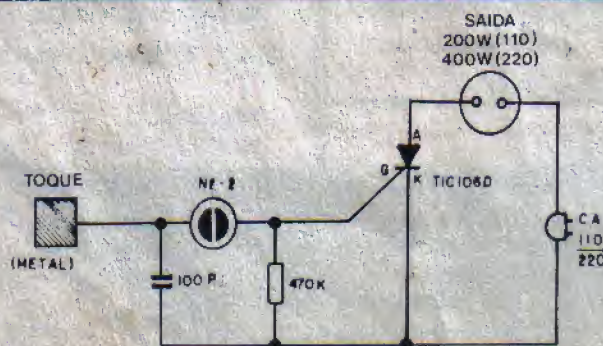

Fig. 1
- FIG. 1 - "Esquema" da MINI-MONTAGEM. Um tífistor comum (TIC106D) comanda diretamente a carga, intercalado entre esta e a C.A.. O controle do SCR é feito através de uma pequena lâmpada neon (NE-2) cujas características de disparo se